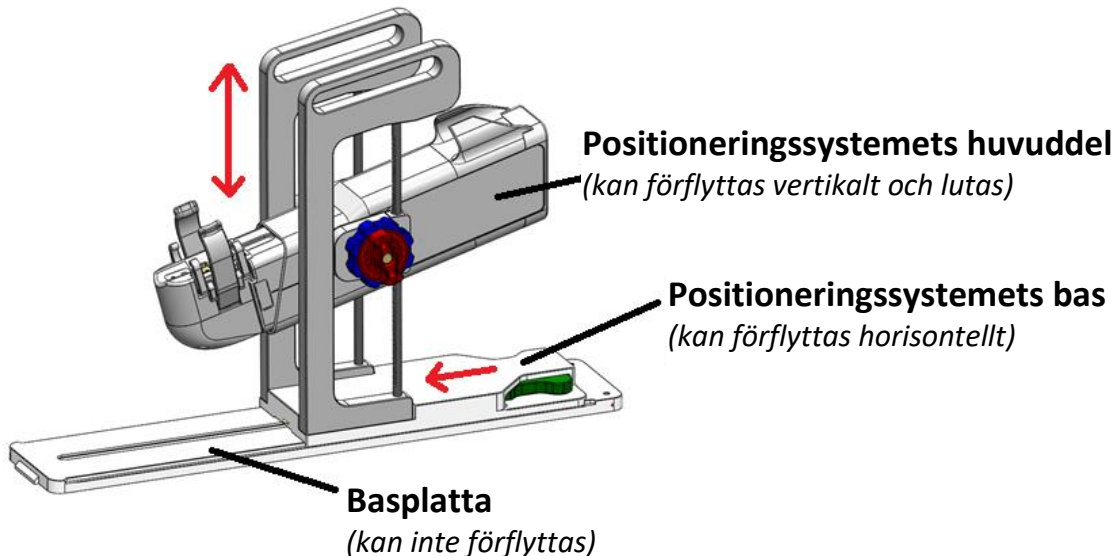

Bild 31: Justera positioneringssystemet
5. MR-tekniker: Flytta positioneringssystemet manuellt till rätt position så att hållaren för ultraljudsapplikatoren riktas in mot ultraljudsapplikatorns naturliga vinkel i patienten. Justera manuellt positioneringssystemets bas framåt och bakåt och uppåt och nedåt, och luta den linjära axeln uppåt och nedåt (Bild 31).
**OBS!** Justeringsrattarna och spakarna på positioneringssystemet har inte de färger som visas i Bild 31, men de är färgkodade här för att tydliggöra anvisningarna.